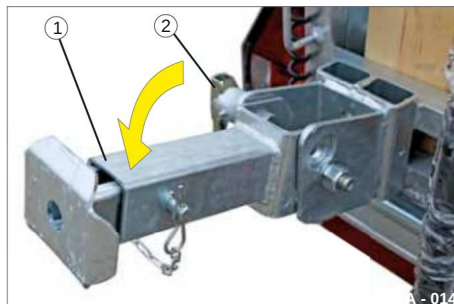

Fig. 4 Supporto pieghevole aperto
• Rilasciare il fermo a molla (Fig. 4/2).